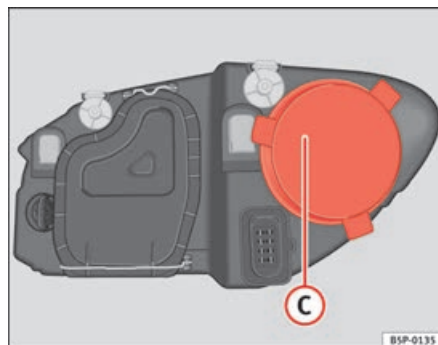

Fig. 190 Abbaglianti
- Rimuovere la copertura ⇒ fig. 190 C tirando dalla stessa.